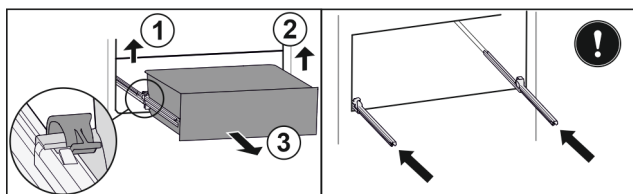

Fig. 78
- Løft den venstre klemme, og træk samtidigt skuffen i venstre side fremad. Fig. 78 (1)
- Løft den højre klemme, og træk samtidigt skuffen i højre side fremad. Fig. 78 (2)
- Tag skuffen ud fremefter. Fig. 78 (3)